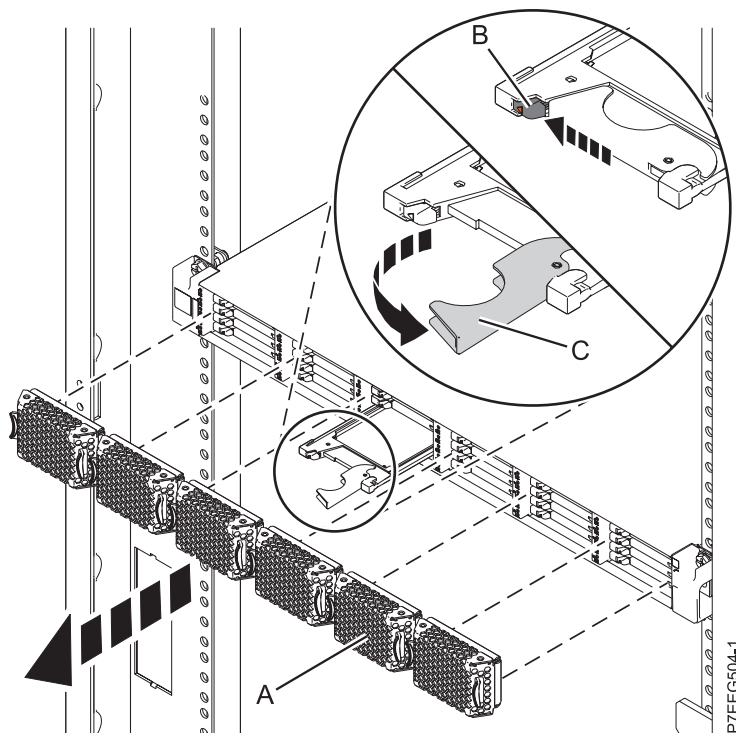

Figura 17. Extracción de la unidad de estado sólido de Alojamiento de almacenamiento PCIe de EDR1
1. Retire la placa frontal (A) que cubre la ranura que contiene la unidad de estado sólido. Consulte Figura 17 en la página 27.
2. Deslice suavemente el pestillo de liberación (B) por encima para desbloquear el asa de la unidad.
3. Agarre el asa (C) y saque parcialmente la unidad de la ranura.